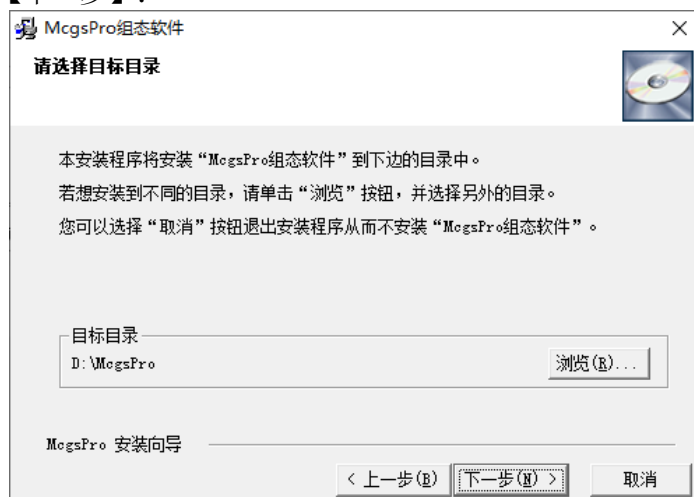

图 2.2-3 选择安装路径
- ⑥ 如图 2.2-3 所示，McgsPro 默认安装到“D:\McgsPro”。如需指定安装路径，请单击【浏览】更改。设置完成后，点击【下一步】：